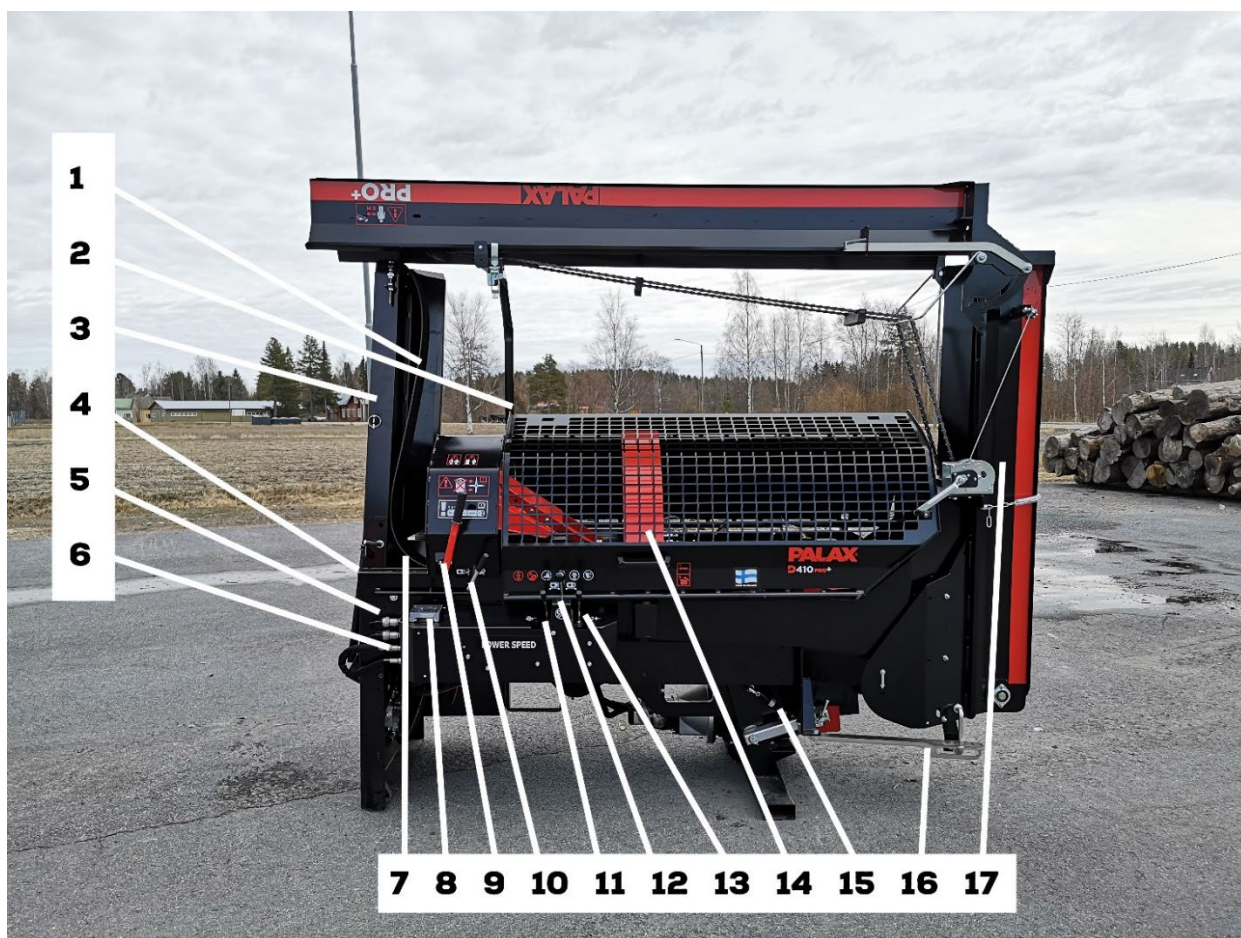

Figure 3
- ❑ La vanne hydraulique optionnelle est destinée, par exemple, à contrôler les faisceaux de la table de chargement. La pièce de l'équipement optionnel, liée aux connecteurs, est commandée par les leviers de commande de la vanne hydraulique optionnelle, Fig. 3, partie 11.